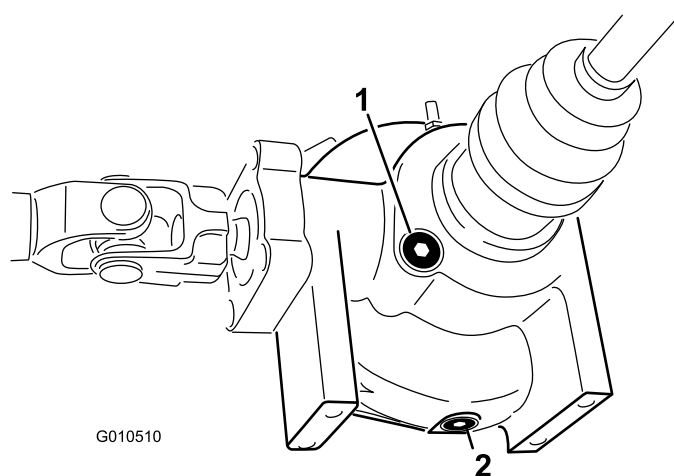

Bild 54
2. Reinigen Sie den Bereich um die Ablassschraube an der Seite des Differenzials (Bild 54). Stellen Sie eine Auffangwanne unter die Ablassschraube.